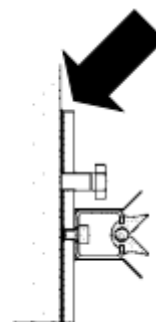

Abb. 7
- Bei Normschützen mit Querdichtung ist nach dem Festziehen zwischen Wand und Querdichtung ebenfalls eine Kittfuge gemäss Abb. 7 anzubringen.